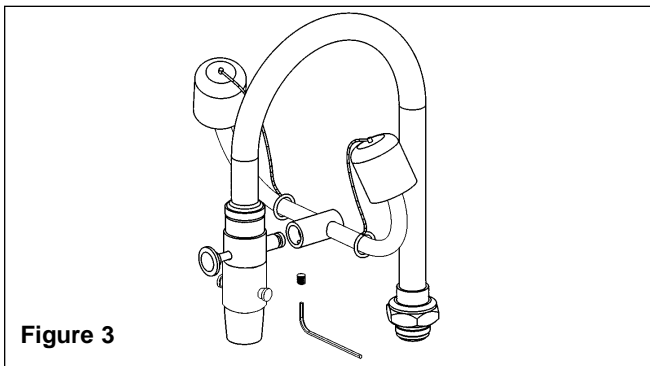

Figure 3
1. Retirer la vis Allen du cadre de la douche oculaire, en utilisant la clé Allen fournie (voir Figure 3).